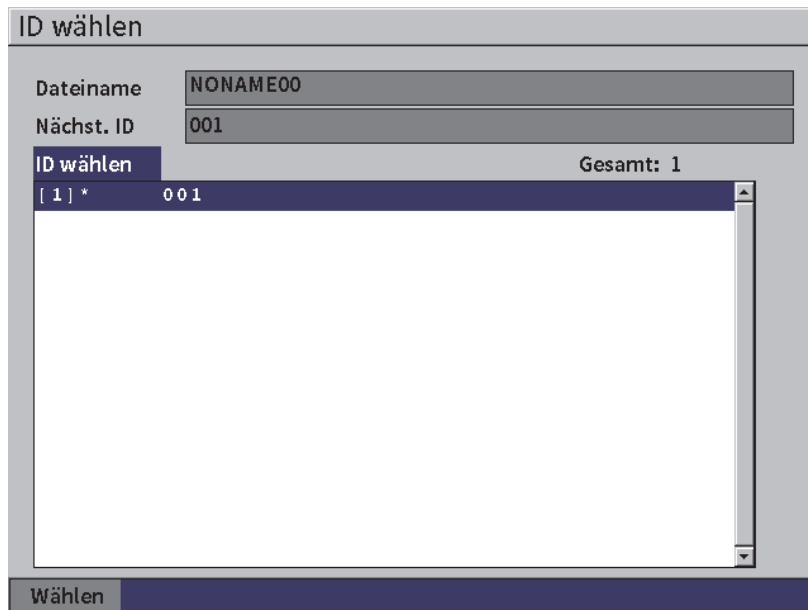

Abbildung 9-8 Anzeige aller IDs in einer Datei
1. Im Fenster mit den gesamten Einstellungsparametern (siehe Abbildung 9-7 auf Seite 134) drücken Sie Tab, um die Schaltfläche **ID wählen** hervorzuheben und drücken Sie dann Enter, um das Konfigurationsfenster **ID wählen** anzuzeigen (siehe Abbildung 9-8 auf Seite 135).